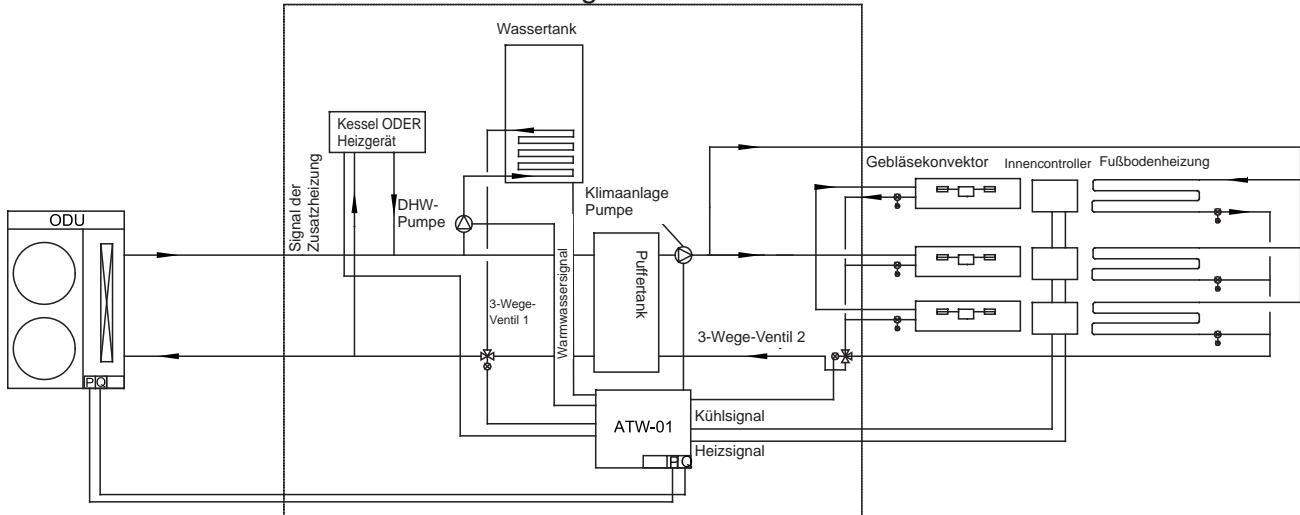

Abb. 4 Warmwasser, das vom Steuergerät des Benutzers gesteuert wird
- Der Benutzer sendet ein / aus an CN22, während die Außenleiterplatte BM1-1 auf EIN gesetzt wird (Abb. 4).